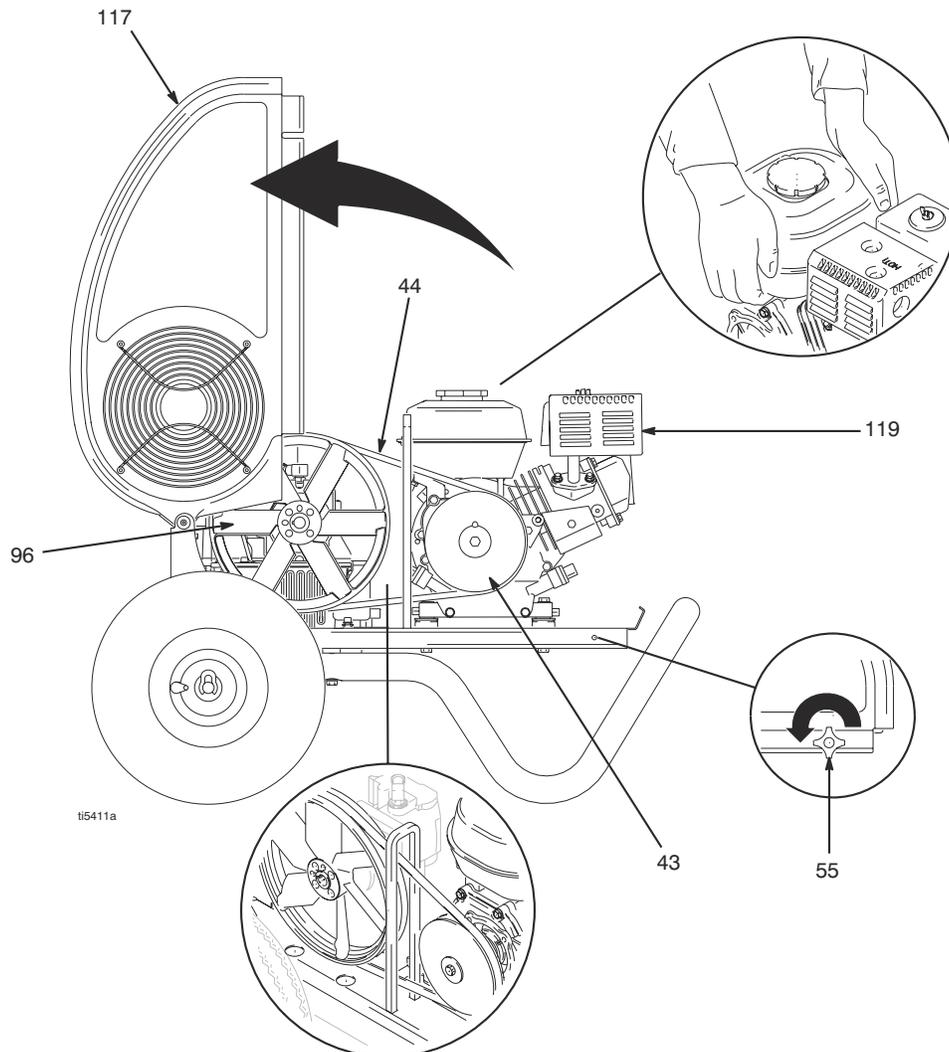

FIG. 3
1. Fig. 3. Afloje el botón de la protección de la correa (55).
2. Gire hacia arriba la protección de la correa (117).
3. Levante el motor (119) para retirar la tensión en la correa (44).
4. Retire la correa de la polea (43) y la polea del ventilador (96).